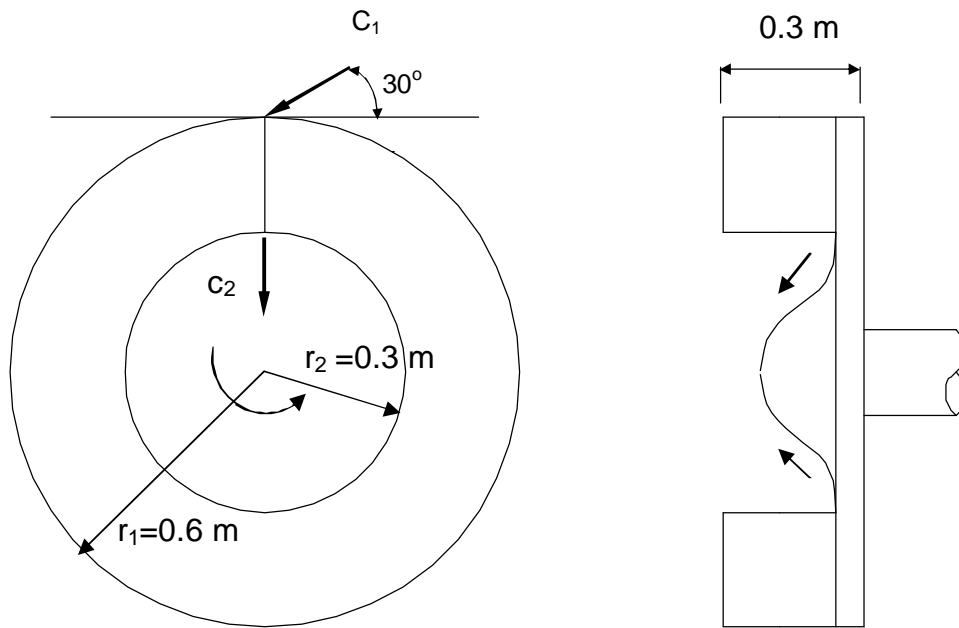

Figura 2
2. Una turbina hidráulica de flujo radial tiene las dimensiones mostradas en la figura 2. La velocidad absoluta a la entrada del rotor es de  $c_1 = 15$  m/s formando un  $30^\circ$  con la tangente al rotor. La velocidad absoluta a la salida tiene dirección radial. La velocidad del rotor es de 120 rpm. Determine la potencia desarrollada por la turbina.